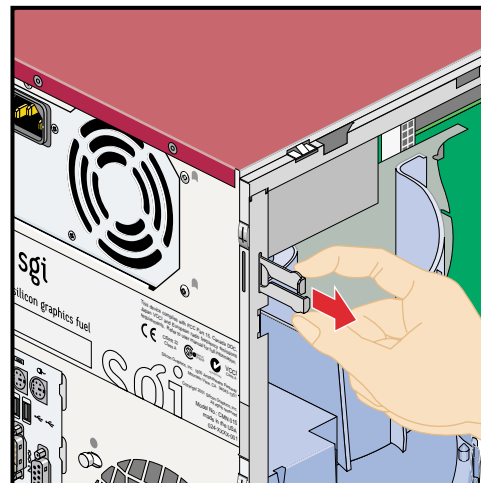

Abbildung 4-29 Entnehmen der Sicherungsöse aus ihrem Aufbewahrungshalter
Die Sicherungsöse ermöglicht Ihnen, die Workstation abzusperren und dadurch zu verhindern, dass interne Komponenten entfernt werden oder sich Unbefugte im Gehäuse zu schaffen machen. Die Sicherungsöse befindet sich hinten an der seitlichen Abdeckung der Workstation (siehe Abbildung 4-29). Die Öse ist in einer Vertiefung des Gehäuses gelagert und muss in die Verschlussaussparung eingesetzt werden, damit sie verwendet werden kann.
2. Stellen Sie fest, wo sich der Aufbewahrungshalter der Sicherungsöse befindet. Nehmen Sie die Sicherungsöse aus ihrem Halter. Drücken Sie dazu die beiden Sicherungslaschen zusammen und ziehen Sie die Sicherungsöse aus dem Gehäuse. Siehe Abbildung 4-29.